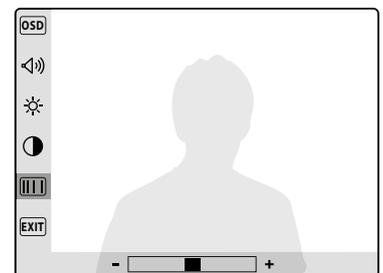

Fig. 21
- La saturation (8 niveaux, **Fig. 21**) ;